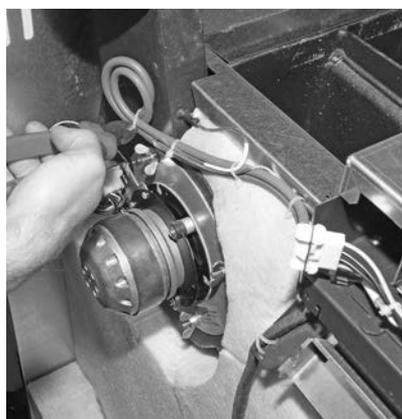

Fig. 28 Kabelbinder aufschneiden
- Kabelbinder bei Gebläsekabel aufschneiden – Fig. 28.